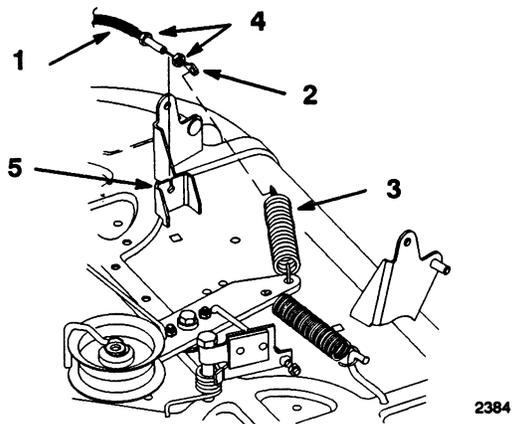

Fig. 45
10. Togliere il primo controdado ed infilare il secondo controdado a fondo sul cavo di comando della lama (presa di forza). Fare avanzare il cavo attraverso l'asola nella staffa del piatto di taglio, ed infilare il secondo controdado sul cavo (Fig. 45).
11. Agganciare l'estremità del cavo di comando della lama (presa di forza) nella molla di rinvio (Fig. 45).